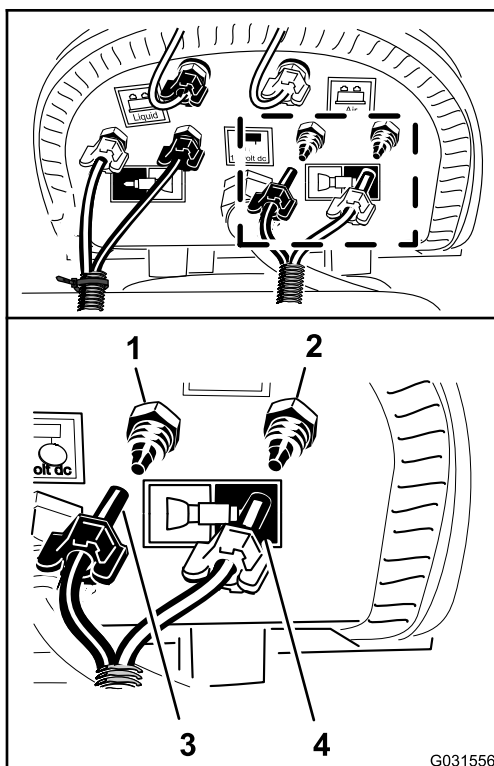

Figure 146
5. Branchez les tubes non repérés (sans serre-câble) en reliant le tube bleu de la section de pulvérisation gauche au raccord à compression du circuit d'eau de la section de pulvérisation gauche (Figure 146).
6. Vissez l'écrou à compression du tube sur le raccord à la main (Figure 146).
7. Branchez le tube transparent de la section de pulvérisation gauche au raccord à compression du circuit d'air de la section de pulvérisation gauche (Figure 146).
8. Vissez l'écrou à compression du tube sur le raccord à la main (Figure 146).